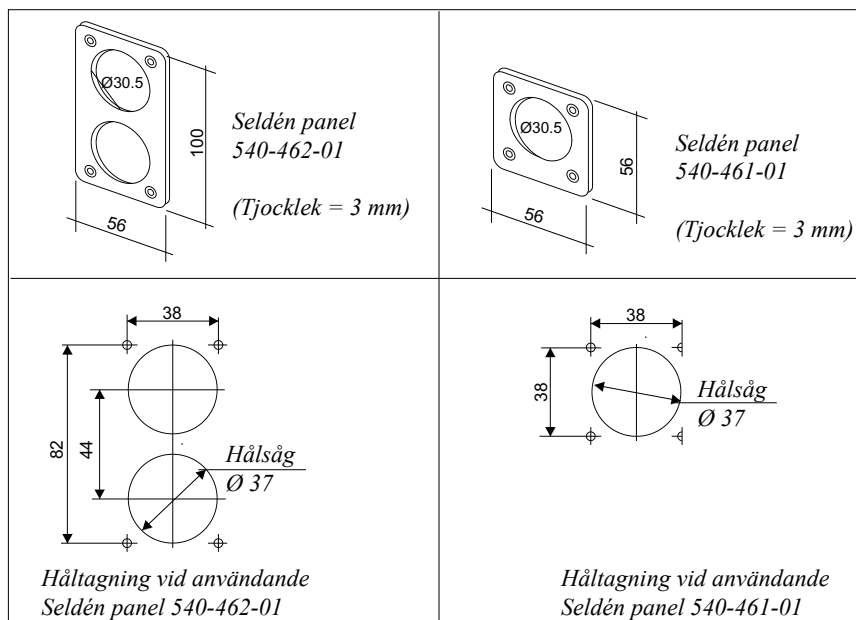

Fig. 4.7.2.b
3. Koppla manöverknapparna till kabel C4. Följ elschemat, kap. 4.2. Seldéns knappar levereras med erforderliga flatstiftshylsor (dim 2.8x0.5). Se fig. 4.7.2.c.